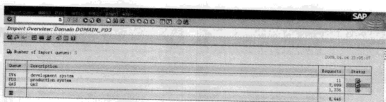

图 4-8 传输目标系统选择界面
STEP 2 在此界面单击“”按钮,进入传输目标系统选择界面,此界面根据系统架设结构可显示多个不同的系统,通常包括开发系统、测试系统、生产系统等 3 种。本例中 DV4 为开发系统、QAS 为测试系统、PD3 为生产系统,如图 4-8 所示。